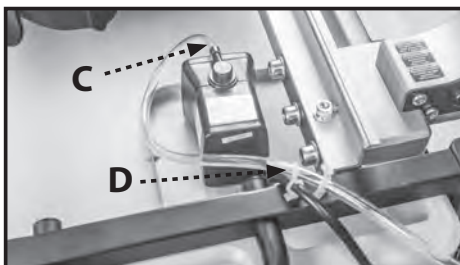

FIGURA 12
3. Coloque la bomba en la parte inferior de la bandeja de agua (1)
- dentro del área de contención como se muestra en la Figura 12